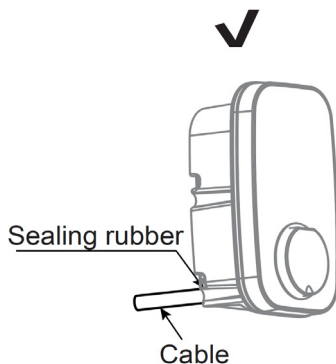

Fig. 7
- Opció 2: Entrada posterior: el cable entra per la part posterior utilitzant la goma de segellat. Fig.7